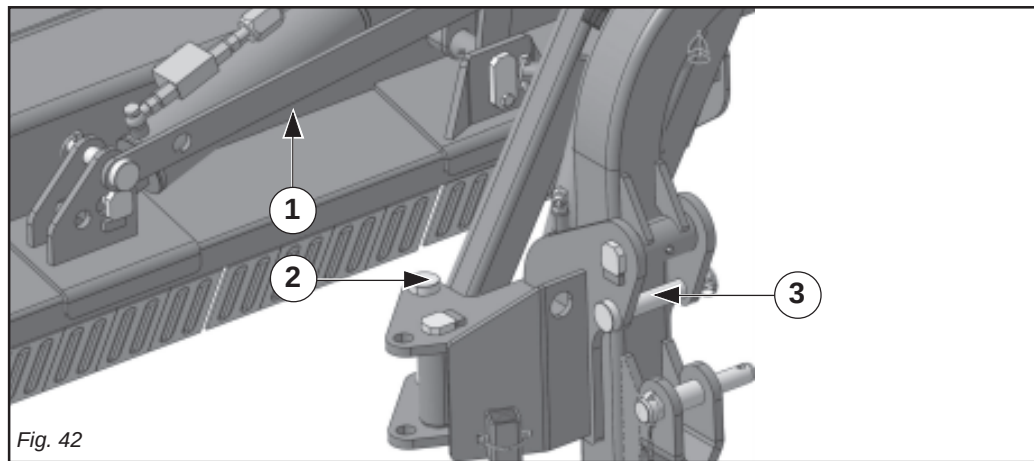

Fig. 42
- 1) Inserire l'asta di fissaggio (1 Fig. 42), i perni (2-3 Fig. 42) bloccare il tutto infilando e azionando in sicurezza i relativi spinotti a scatto.
- 1) *Insert the fixing rod (1 Fig. 42) and pins (2-3 Fig. 42), then lock everything in place by inserting and safely activating the relative snap-pins.*
- 1) *Introduire la tige de fixation (1 Fig. 42), les axes (2-3 Fig. 42) bloquer l'ensemble en enfilant et en actionnant les goupilles de sécurité.*
- 1) *Die Befestigungsstange (1 Abb. 42) und die Bolzen (2-3 Abb. 42) einstecken, alles blockieren, indem man sie einsteckt und die dazugehörigen Sicherungssplinte einrasten lässt.*
- 1) Introducir la barra de fijación (1 Fig.42), los pernos (2-3 Fig. 42) bloquear todo conectando y accionando en modo seguro los respectivos pasadores (con enganche de disparo).